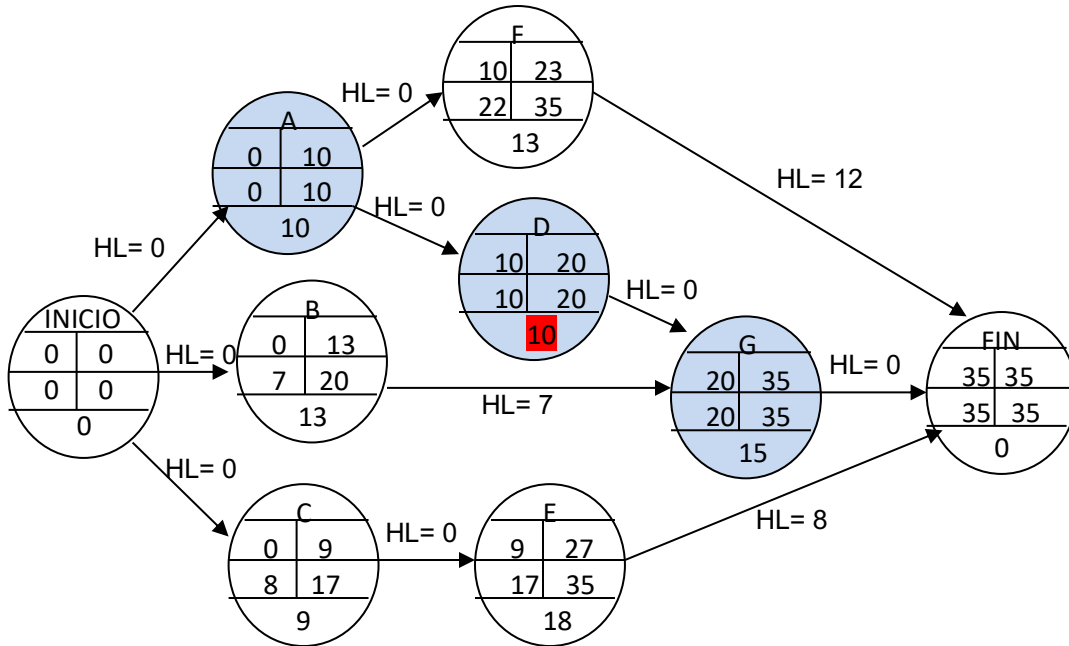

Figura 3.4 Ruta crítica, nueva duración del proyecto y nuevos valores de HL
Por lo tanto, la actividad D se debe reducir en 5 semanas, quedando su nueva duración de 10. La nueva red se muestra en la figura 3.4. No se olvide actualizar la posible reducción de la actividad D. su nueva PR (D) = 0
Considerando la red de la figura 3.4 Hay que calcular los costos para esta red, se actualiza el costo indirecto y se agrega el costo por reducción de tiempo de la actividad D. quedando como sigue:
Considerando la red de la figura 3.4 del ciclo 1 (siempre considerar los ciclos nunca los ensayos) no se generó nuevas rutas por lo que tenemos